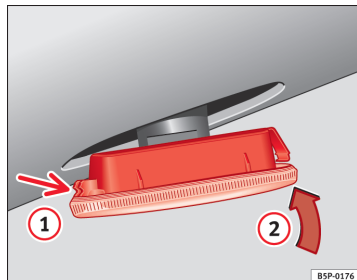

Fig. 173 Blinklygte i siden
- Sæt først blinklygten i monteringsstedet i karrosseriet. Den skal gå rigtigt i hak ⇒ Fig. 173, pil ①.
- Sæt blinklygten i i pilens retning ② ⇒ Fig. 173.